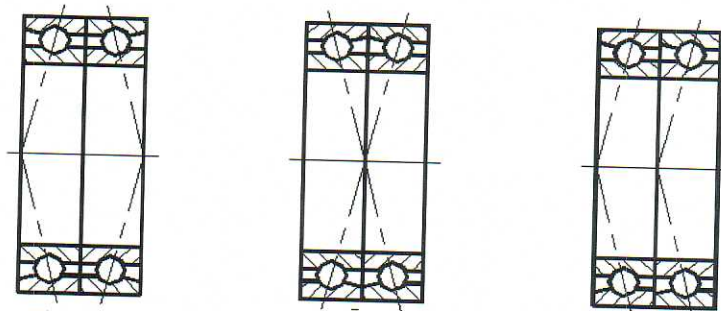

Рис.3. Отметить буквами схемы установки подшипников, применяемых в шпиндельных узлах
4. Обозначить буквами а, б, в, схемы установки подшипников в шпиндельных узлах, приведенных на рис.3.